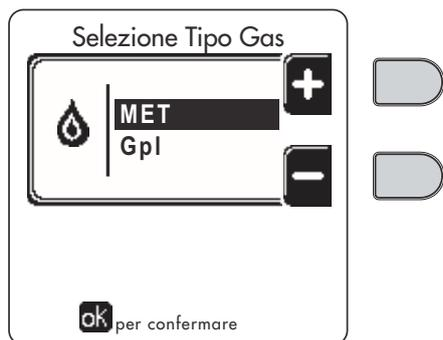

fig. 58 - Sélection type de gaz
6. Modifier le paramètre concernant le type de gaz en procédant de la façon suivante. Accéder à la page qui s'affiche sur fig. 58 en naviguant à travers le menu à travers le parcours « MENU UTILISATEUR ➡ Entretien ➡ Mode Test ➡ Sélection type de gaz. Appuyer sur les touches contextuelles 1 et 2 pour choisir le type de gaz. Confirmer en appuyant sur OK.